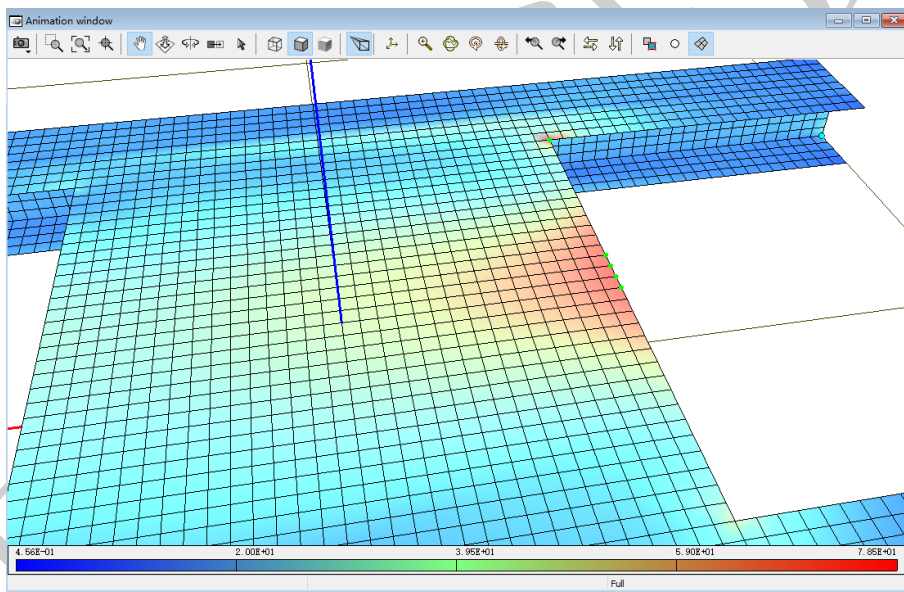

图 2.30
12. 以同样的方法添加节点**3770**、**3771**、**3772**和**3773**，如图 2.30所示。